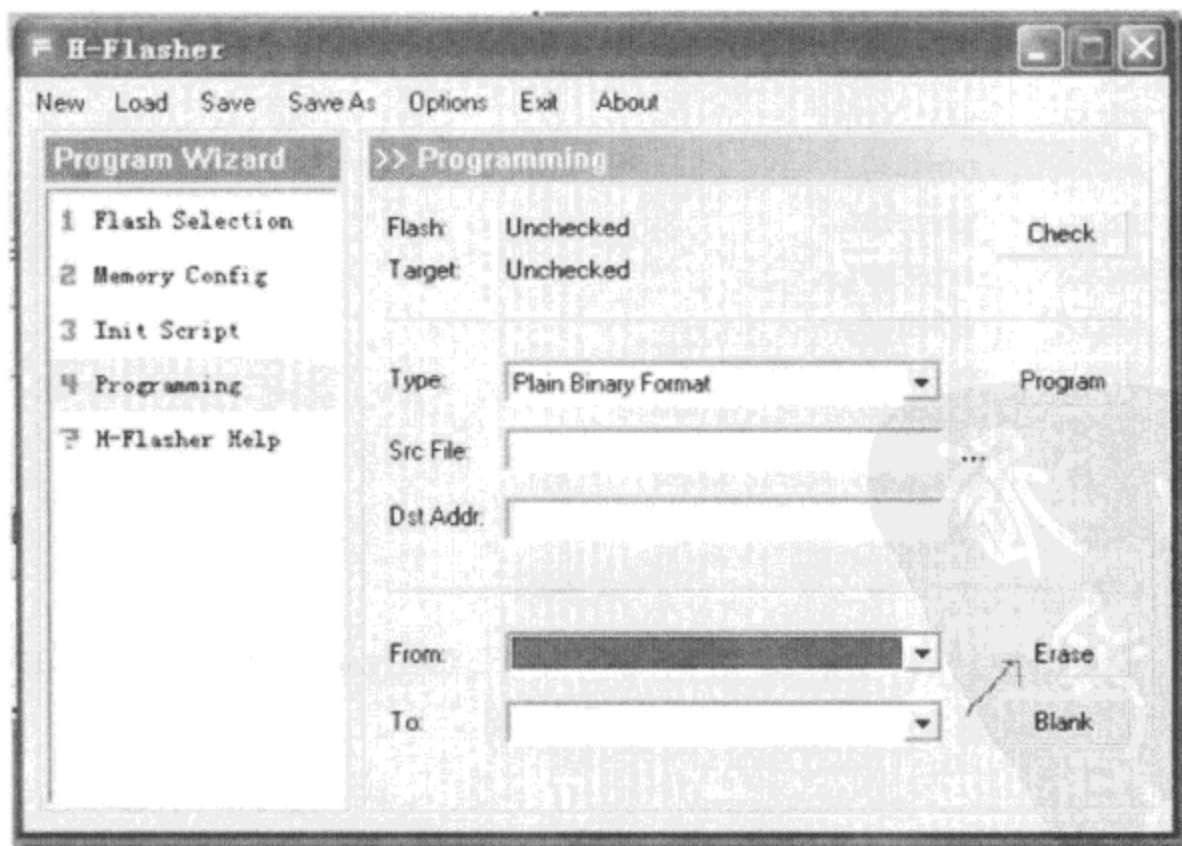

图 5-7 擦除 Nor Flash
(7) 使用 `H-JTAG`(或其他 `Nor Flash` 烧写软件)将 `Nor Flash` 全部擦除, 如图 5-7 所示, 以删除其中存放的 `u-boot` 环境变量。然后重新将 `u-boot` 烧写到 `Nor Flash` 中。